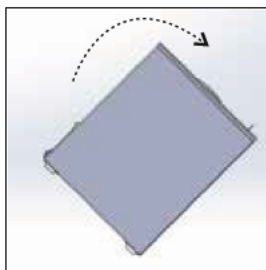
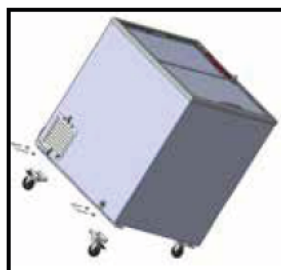

Abbildung 2
Abbildung 4
- Bringen Sie Ihr Produkt in die in Abbildung 2 gezeigte Position. Stellen Sie als nächstes sicher, dass die beiden Rollen mit Bremsen im Rollenfach, wie in Abbildung 4, auf der Rückseite des Fachs, die Rolle zuerst in die Gehäuse unter dem Fach zu platzieren und die Lochmitten gleich ausgerichtet sind. Dann stanzen Sie Ihren U-förmigen Stift durch die Löcher. Setzen Sie die Stiftkeile auf und befestigen sie.